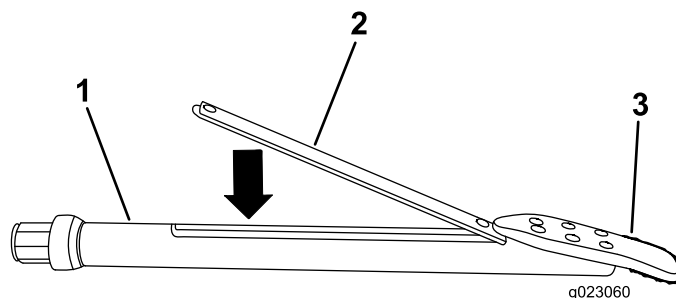

Рисунок 76
3. Вставьте маячок в корпус зонда передним концом в сторону бурового долота (**Рисунок 76**).